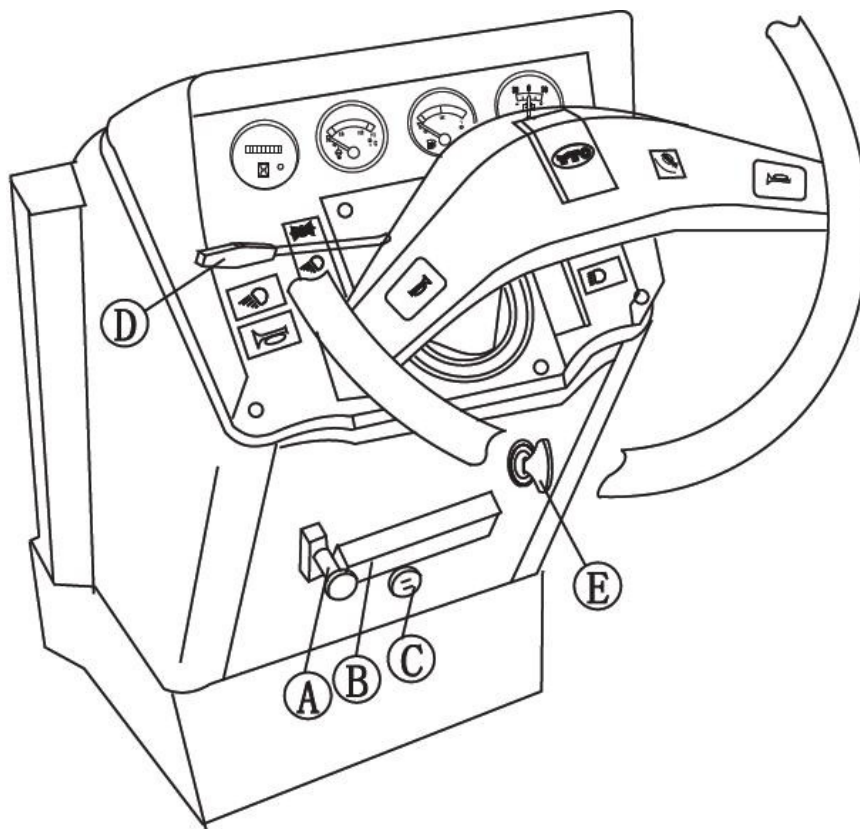

Figura 4-3 Painel de Controle
(veja a figura 4-3)
- (4) Empurre o cabo de desligamento (A) (veja a figura 4-3) para que a bomba de injeção possa fornecer o combustível.
- (3) Solte o pedal da embreagem principal e o pedal do freio de serviço, reduza a abertura do acelerador para operar o motor em marcha lenta;
- (4) Puxe o cabo de desligamento (consulte a figura 4-3) para interromper o fornecimento de combustível